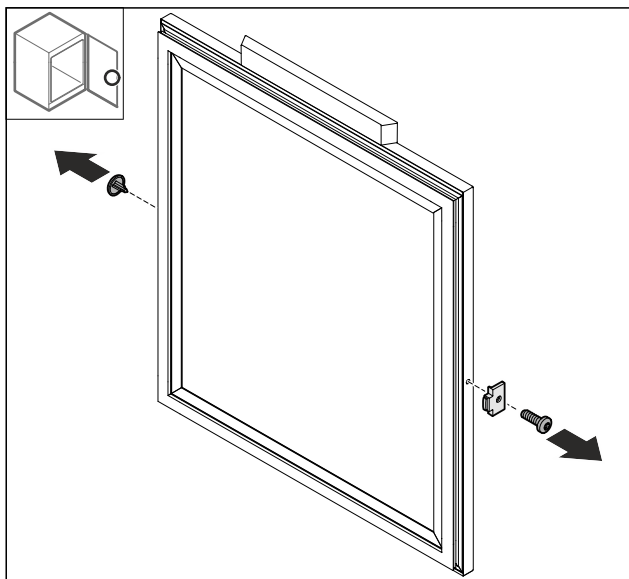

Fig. 75
- ▶ Снимите крышку Fig. 75 (1).
- ▶ Демонтируйте ограничитель хода двери Fig. 75 (2).